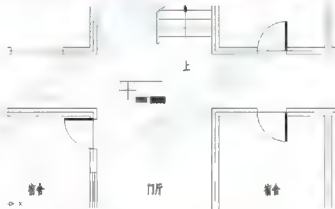

图 3.103 确定“标高”图块的位置
(3) 在指定插入点或 [基点(B)/比例(S)/旋转(R)/预览比例(PS)/预览旋转(PR)]: 提示下，在如图 3.103 所示处单击，将“标高”图块插入该位置。